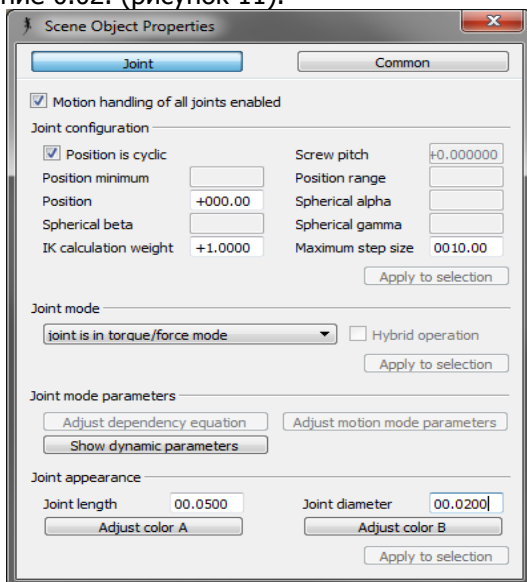

Рисунок 11 – Диалоговое окно свойств сочленения
12. Изменяем размеры двигателя. Для этого в диалоговом окне свойств объекта в разделе «Joint appearance» в поле «Joint length» необходимо ввести значение 0.05, в поле «Joint diameter» значение 0.02. (рисунок 11).